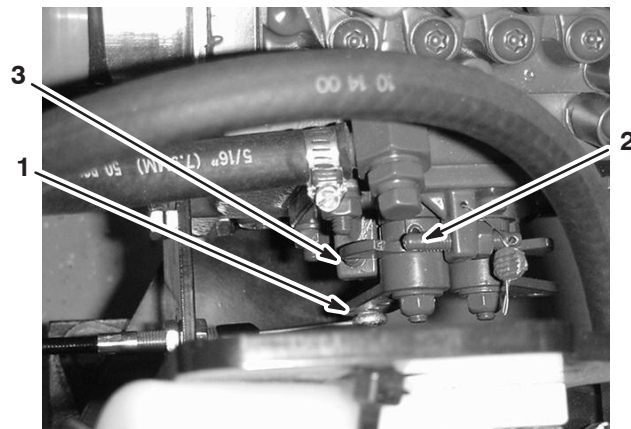
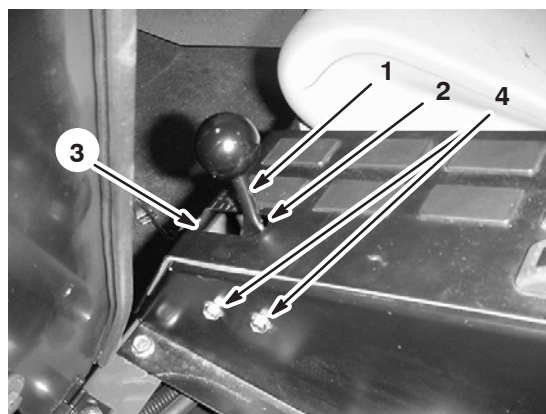

Bild 48
Bild 49
2. Stellen Sie die Stellung für die hohe Geschwindigkeit ein, indem Sie die Muttern am Gasbedienungskabel an der Befestigungsplatte lösen und einstellen, sodass der Gasbedienungshebel höchstens einen Abstand von 1,5 mm vom vorderen Ende des Schlitzes in der Konsole hat, wenn der Motorgasbedienungsarm den Anschlag für hohe Geschwindigkeit berührt (Bild 48).
3. Stellen Sie den langsamen Leerlauf ein, indem Sie die beiden Schrauben lösen, mit denen das Kabel an der mittleren Konsole befestigt ist (Bild 49). Stellen Sie das Kabel so ein, dass der Gasbedienungshebel höchstens einen Abstand von 1,5 mm vom hinteren Ende des Schlitzes in der Konsole hat, wenn der Motorgasbedienungsarm den Anschlag für den langsamen Leerlauf berührt (Bild 48).